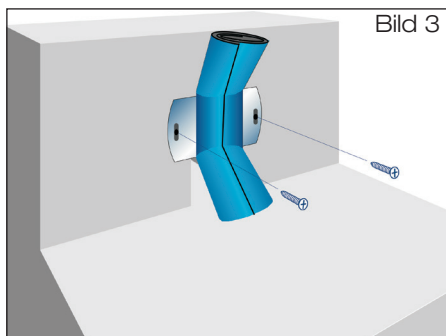

Bild 3
- 1.4 Schiebeflansch (mit zusammengerollter Anschlussmanschette) mittels Schlitzzschraubenzieher befestigen (Bild 3).